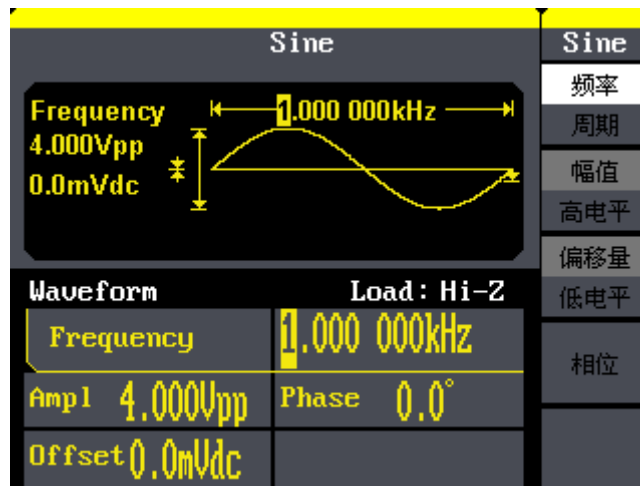

图 1-6 正弦波默认设置界面
使用 **Sine** 按键，波形图标变为正弦波，并在波形类型区中央出现 Sine 字样。SDG800 系列可输出 $1\mu\text{ Hz}$ 到 30MHz ^① 的正弦波形。设置频率/周期、幅值/高电平、偏移量/低电平、相位，可以得到不同参数的正弦波。如图 1-6 所示，为正弦波的默认设置。
① :输出的正弦波频率根据机器的带宽而定，以下文章提高的方波信号，噪声信号频率也是一样；SDG800 最大带宽为 30MHz